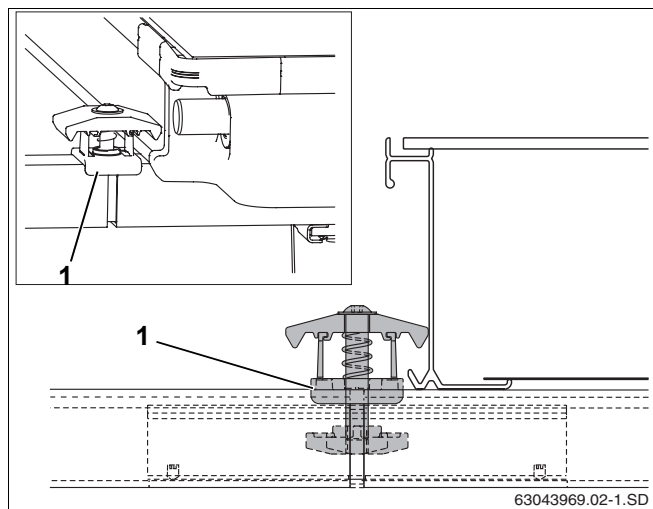

Рис. 47 Установка двухсторонних зажимов
- Установить двухсторонний зажим гайкой вниз в отверстие профильной рейки и соединительной вставки так, чтобы пластмассовая распорка (рис. 47, **поз. 1**) охватывала профильную рейку.